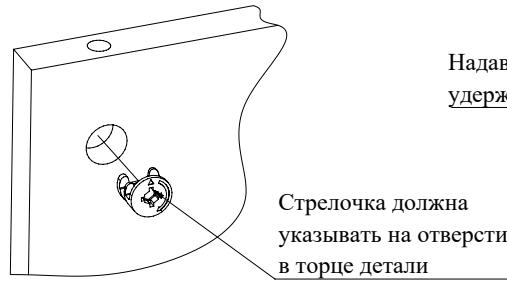

Рис.2
- Вставьте головки минификсов в детали 2, 3, 4, 5, 6, 7, 8 (Рис. 2).